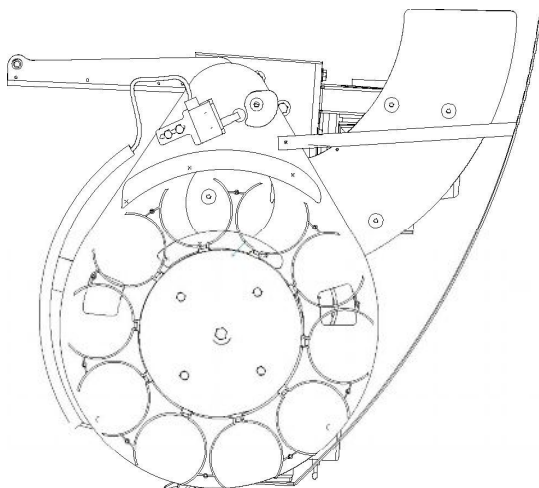

Fig. 1
- ❗ il braccio di lancio sia in posizione di disarmo (fig. 1);